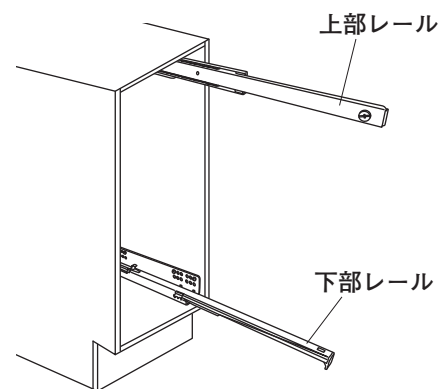

図3
- ①上下のレールを前に引き出します。上部レールは全開まで引出し、下部レールは全開状態から、100mm程戻した状態にします。(図3)